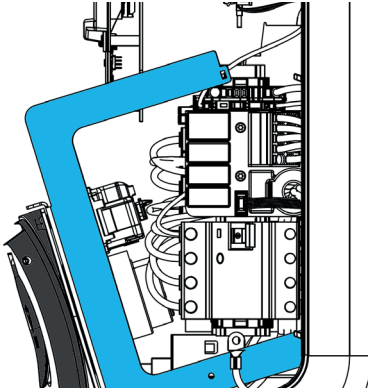

Figure 5 : Châssis auxiliaire détachable
- Le châssis auxiliaire avec les prises de charge de type 2 doit être détaché, voir les figures 5 et 6. Le châssis auxiliaire est équipé d'un mécanisme à enclenchement sur les quatre points de raccordement. Il est préférable de détacher le châssis auxiliaire en détachant d'abord un côté (gauche ou droite), suivi de l'autre côté.